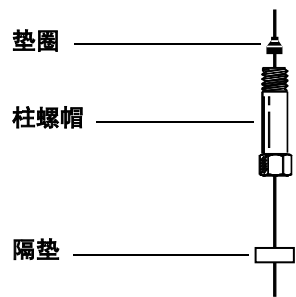

图 27 装配色谱柱和接头
- 2 如图 27 所示，在色谱柱上套上隔垫、毛细管柱螺帽及垫圈。